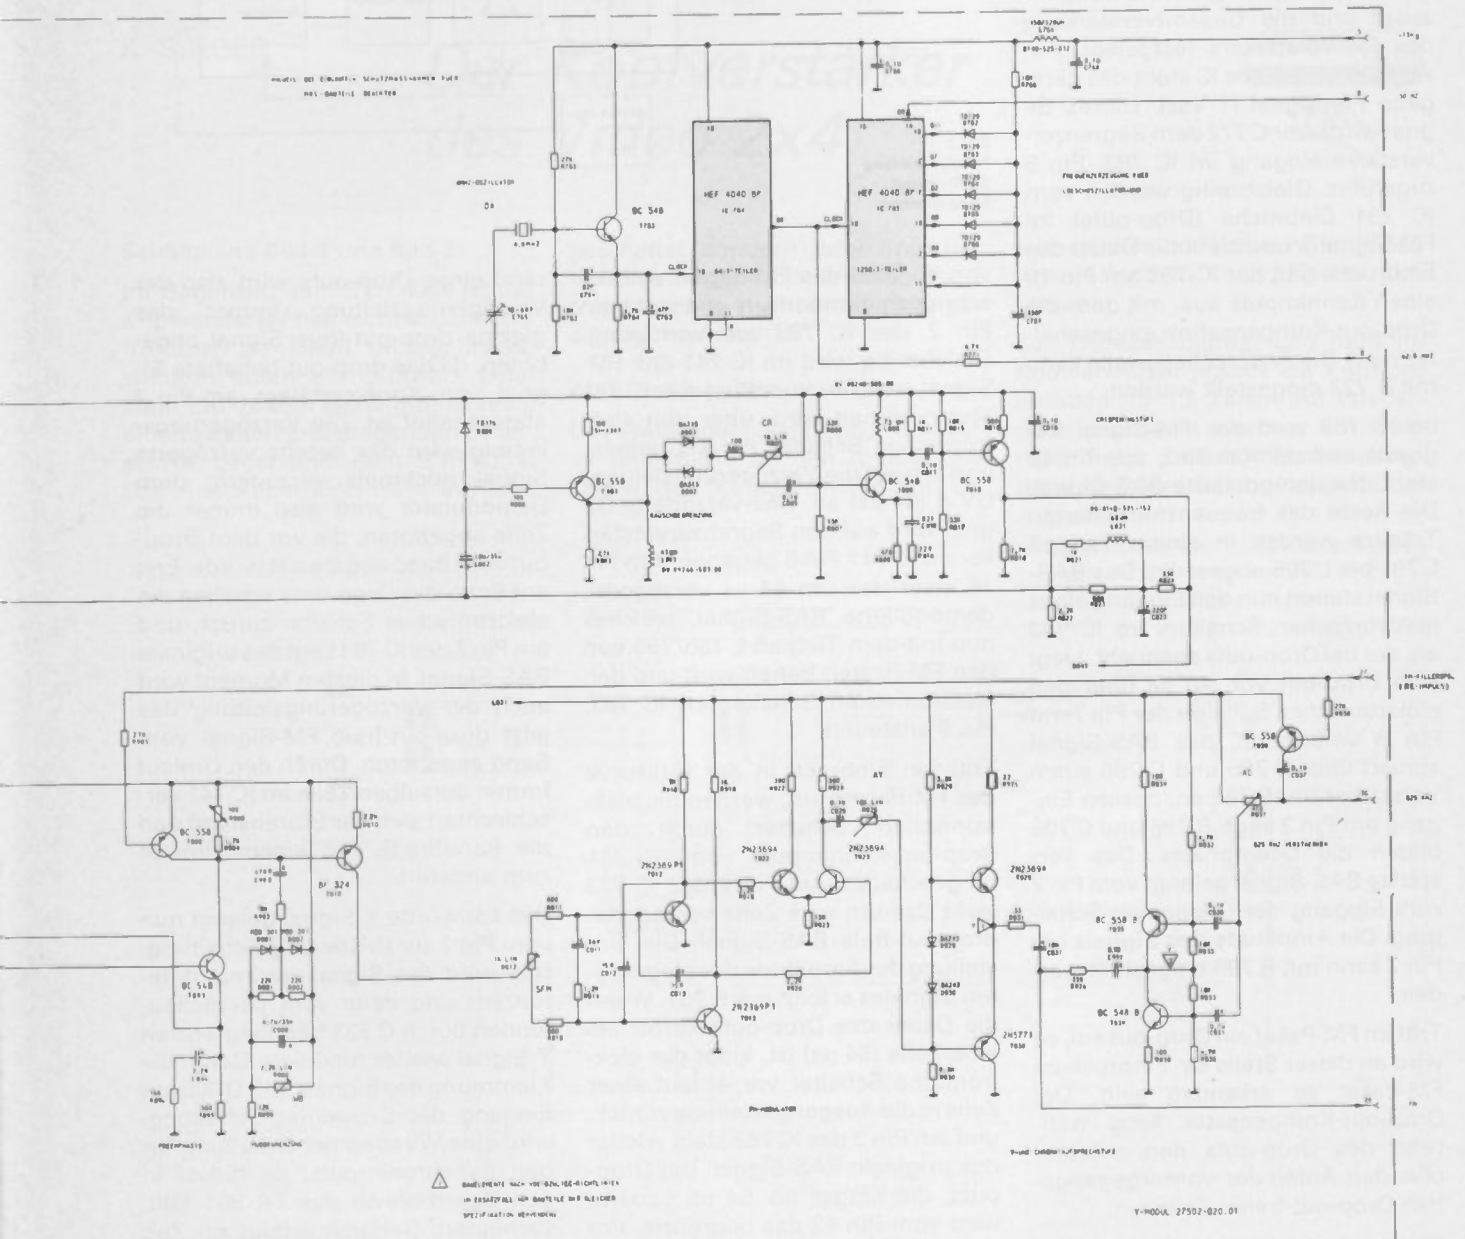

Bild 1 Schaltplan Y-Modul
1. Aufnahmeteil (Schaltplan Bild 1)